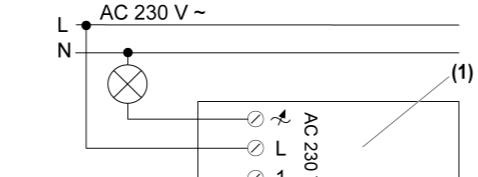
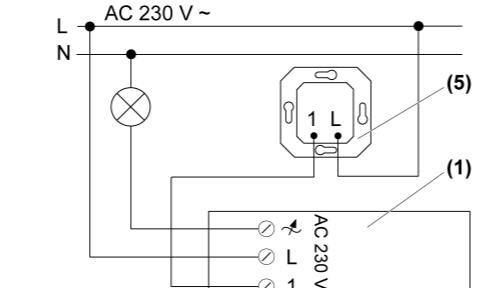
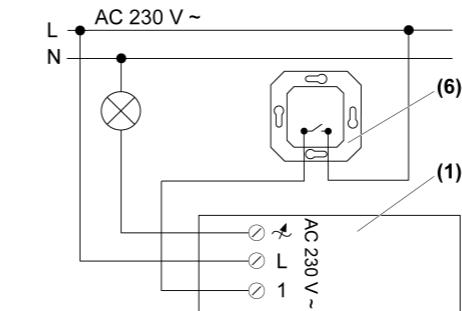

Figure 3: Schéma de raccordement du variateur
Figure 4: Schéma de raccordement du variateur avec poste auxiliaire bifilaire
Figure 5: Schéma de raccordement du variateur avec poussoir d'installation
(6) Poussoir d'installation
- Raccorder le variateur conformément au schéma de raccordement correspondant (figure 3), (figure 4) ou (figure 5).